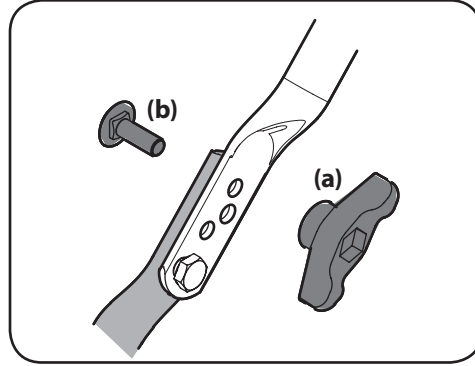

Figura 2-5
4. En los modelos con manija ajustable, ubique la manija en la posición deseada y luego instale las perillas de aletas (a) y los pernos de carro (b) en el orificio adecuado y sujete la manija. Consulte Figura 2-5.